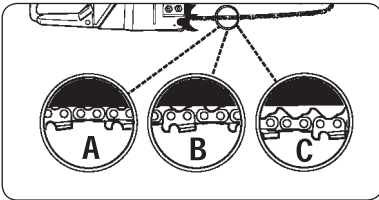

Abb. 6
ACHTUNG: Wenn die Sägekette zu locker oder zu straff ist, nutzen sich die Zähne, die Schiene, die Kette und das Kurbelwellenlager schneller ab. Sehen Sie sich die Abb. 6 an, in welcher die richtige kalte Spannung (A) und warme Spannung (B) und die Spannung einer Kette, die wieder eingestellt werden muss (C) dargestellt sind.